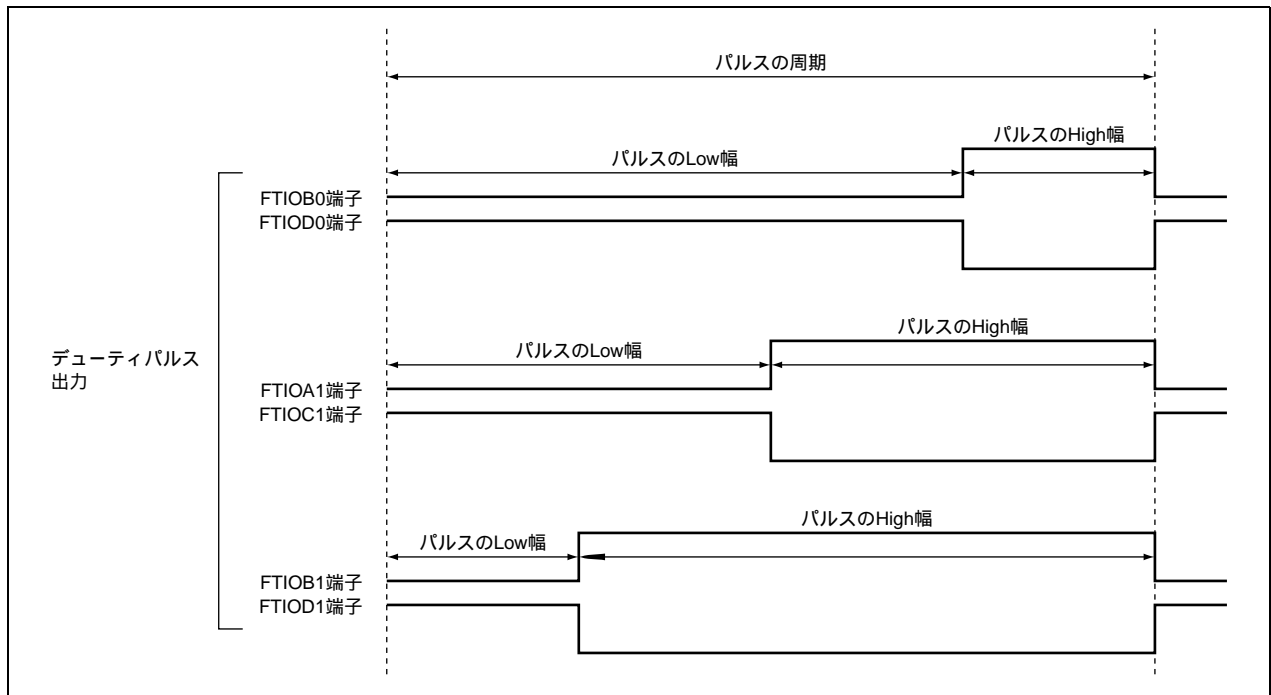

図 1.1 正相・逆相 PWM3 相出力
- 図 1.1 に示すように、パルス High 幅を変化させ、デューティ変化できるパルス（デューティパルス）を正相・逆相で 3 相出力します。